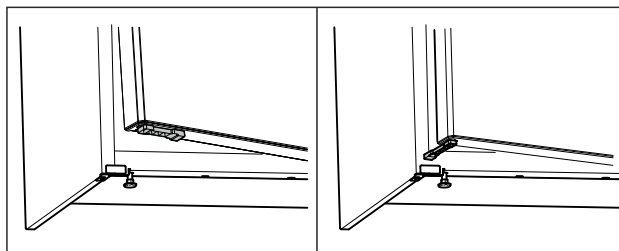

Fig. 54 \*
- ▶ Otočte omezovač otevření dvířek o 90°. (viz Fig. 54) \*